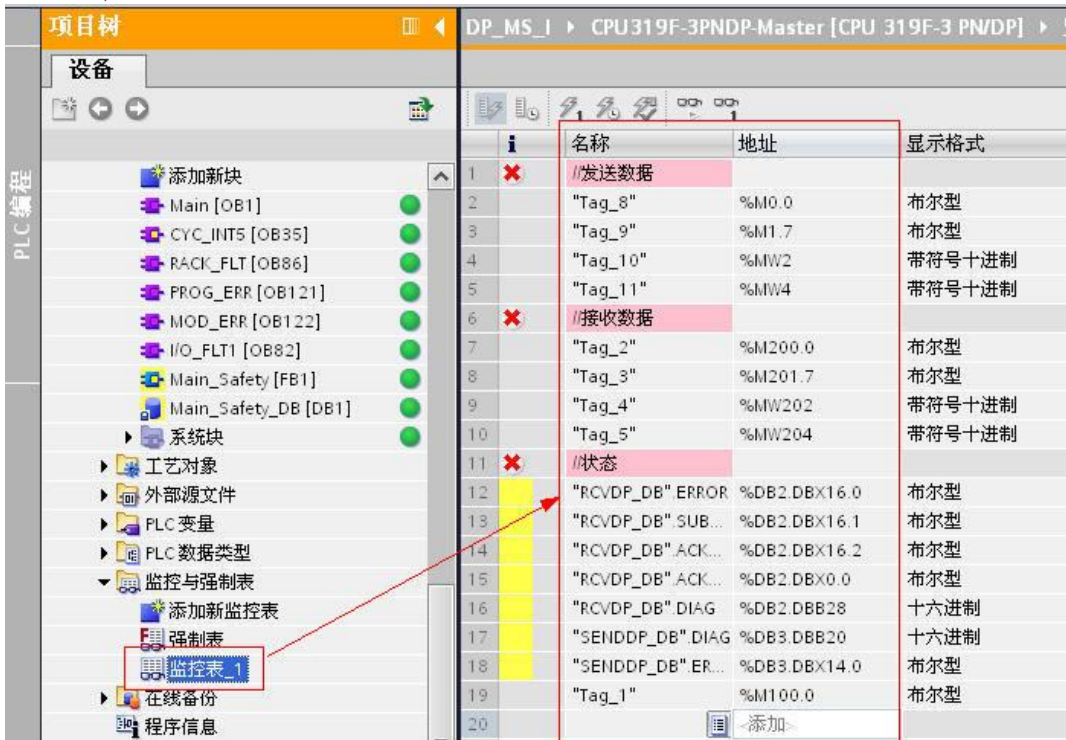

图 2-23 插入监控表
8) 在 CPU315F/CPU317F 中插入监控表，如图 2-23